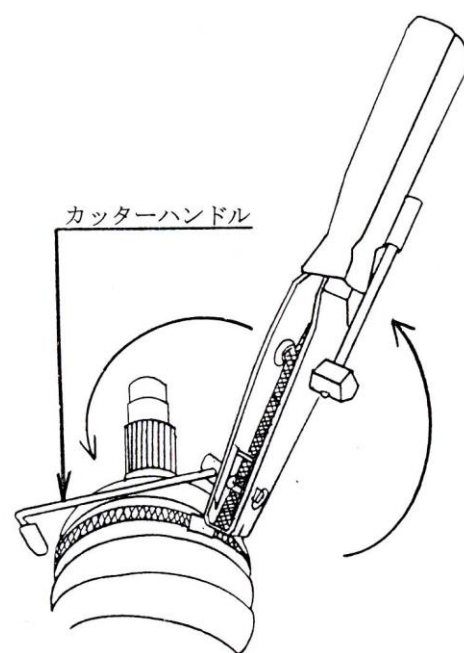

図 2
- ③締め付け完了後、本機を起こしてブーツバンドを折り返して下さい。（図2参照）
- ④ブーツバンドが切れるまで、カッターハンドルを回転させて下さい。（図2参照）
- ⑤ハンマーやポンチ等を使用して、切断後のブーツバンドをかしめて下さい。